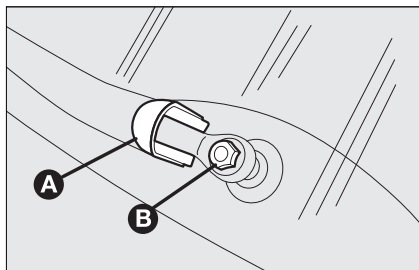

Рис. 15
- поднимите крышку **A**, **рис. 15** и, отвернув гайку **B** крепления, снимите рычаг;